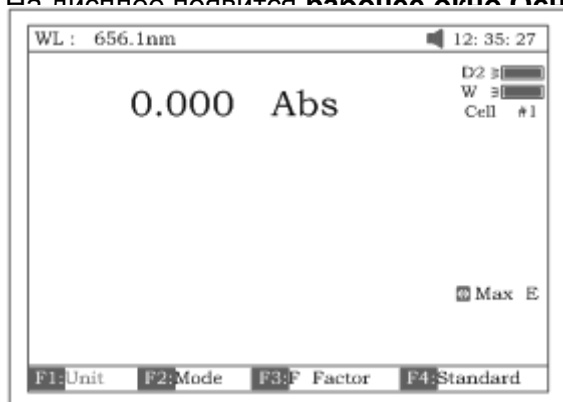

Рис. 18.
На дисплее появится рабочее окно Основного режима, изображённое на рис. 18.
- Находясь в рабочем окне основного режима (рис. 18) нажмите клавишу **[УСТАНОВИТЬ]**.
- После ввода нужного значения нажмите **[ВВОД]**. Прибор автоматически перейдёт к введённой длине волны. Её значение отобразится в левом верхнем углу экрана (рис.18).